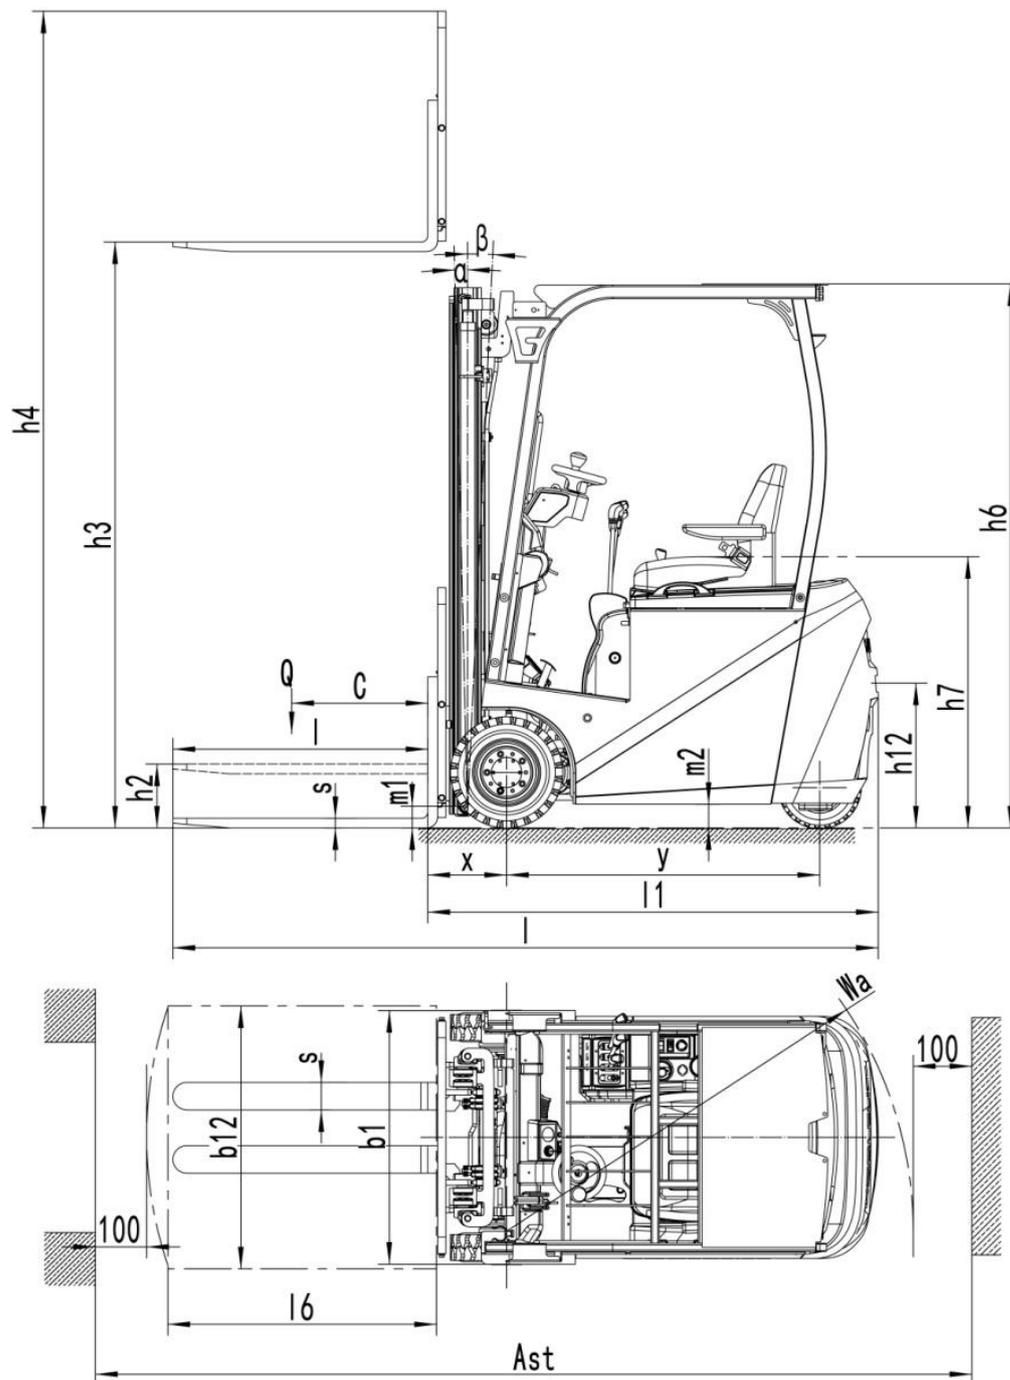

Рис. 1-1 Габаритные размеры
1. Габаритные размеры (см. Рис. 1-1)